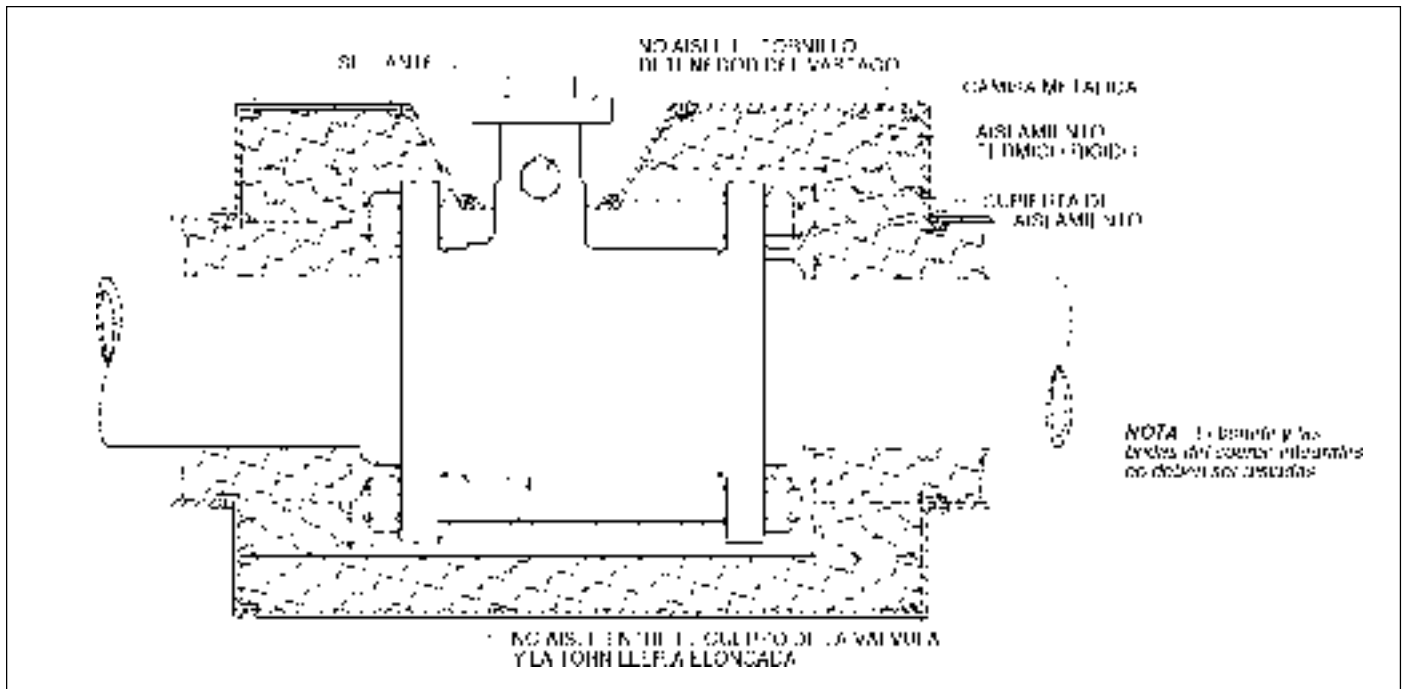

Figura 3: Aislamiento del Cuerpo para Diseño sin Brida
1. Aísle únicamente el cuerpo de la válvula. No aísle el bonete de extensión integral, pues esto podría ocasionar una falla prematura del empaque en servicios para baja o alta temperatura. Ver la Figura 3.